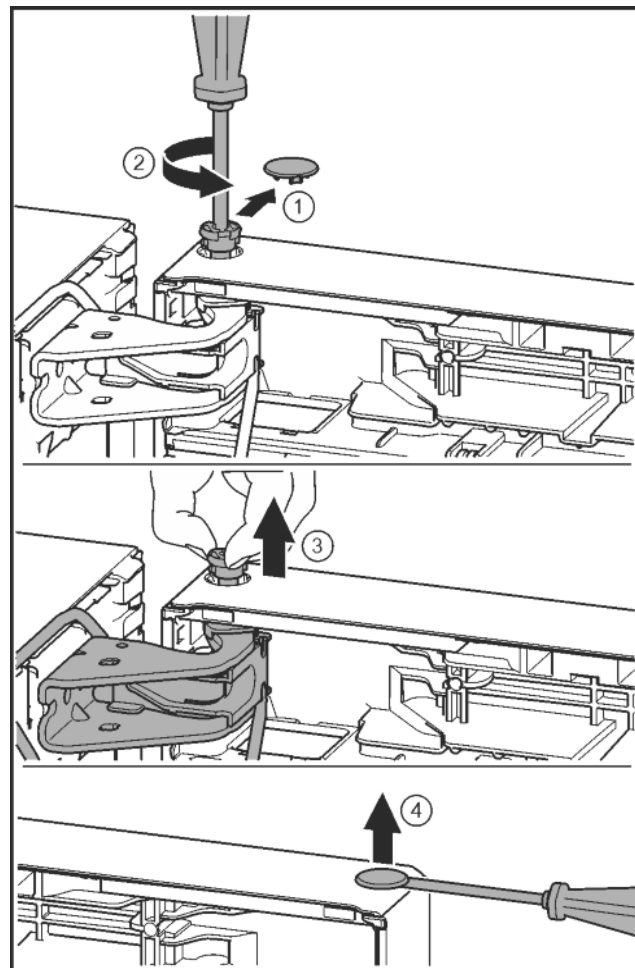

Fig. 23
- ▶ Sicherungsabdeckung vorsichtig abziehen. *Fig. 23 (1)*
- ▶ Bolzen mit Schraubendreher T15 ein Stück herausdrehen. *Fig. 23 (2)*
- ▶ Tür festhalten und Bolzen mit den Fingern herausziehen. *Fig. 23 (3)*
- ▶ Stopfen aus der Türlagerbuchse vorsichtig mit einem Schlitzschraubendreher anheben und herausziehen. *Fig. 23 (4)*